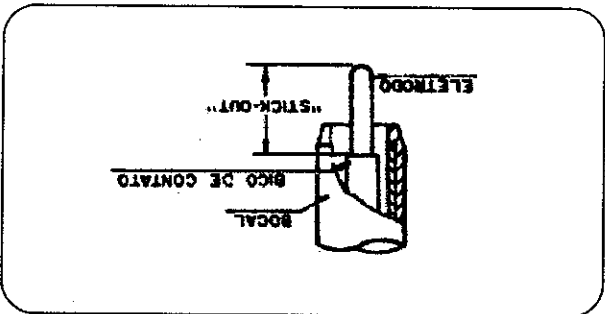

Fig.15 - O "stick-out" elétrico.
- Deixe um "stick-out" (Fig. 15) de 20 a 25mm;